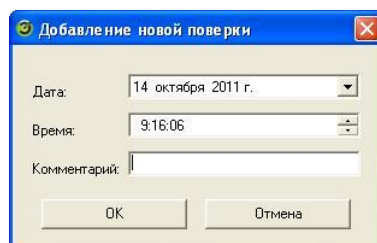

Рисунок 3.1.7 – Диалог создания новой поверки
- «Начать новую поверку». Кнопка предназначена для создания новой поверки. При нажатии на неё выводится диалог задания даты и времени создания поверки и, опционально, ввода комментария пользователя (рисунок 3.1.7).